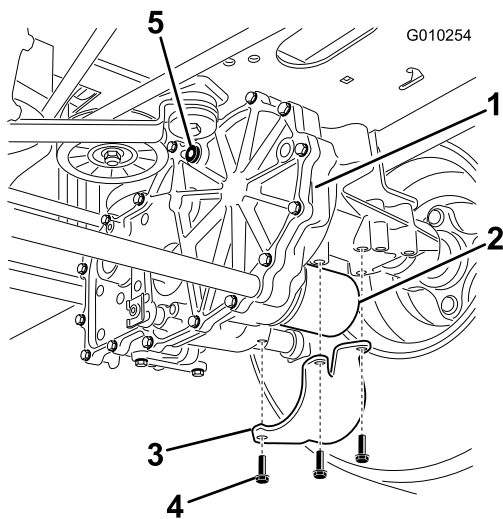

Figura 63
6. Individuate il filtro e le protezioni su ogni sistema di trasmissione tipo transaxle (Figura 63).
7. Rimuovete le 3 viti che fissano la protezione del filtro e rimuovete la protezione (Figura 63).
4. Montate le protezioni, precedentemente rimosse, su ogni filtro (Figura 63).
5. Fissate le protezioni dei filtri con le 3 viti (Figura 63).
8. Montate il tappo di sfiato (Figura 63).